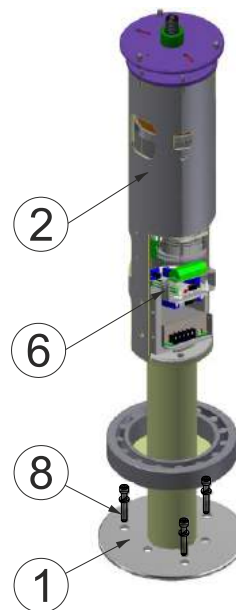

Рис. 4 – Конструкция турникета типа «калитка»
1.4.1.1 Калитка турникета состоит из *стойки 2* с неподвижным *основанием 1* (Рис.4). Сверху на *стойку 2* устанавливается *корпус 3* с *флажком 5* из стекла или трубы.